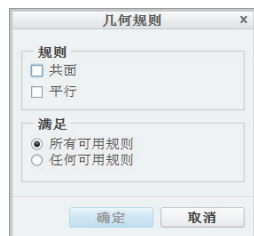

图 8-7 “几何规则”对话框
2) 在功能区的“柔性建模”选项卡的“形状曲面选择”组中单击（几何规则）按钮，系统弹出“几何规则”对话框，如图 8-7 所示。该对话框提供了适用于所选种子曲面的规则以供用